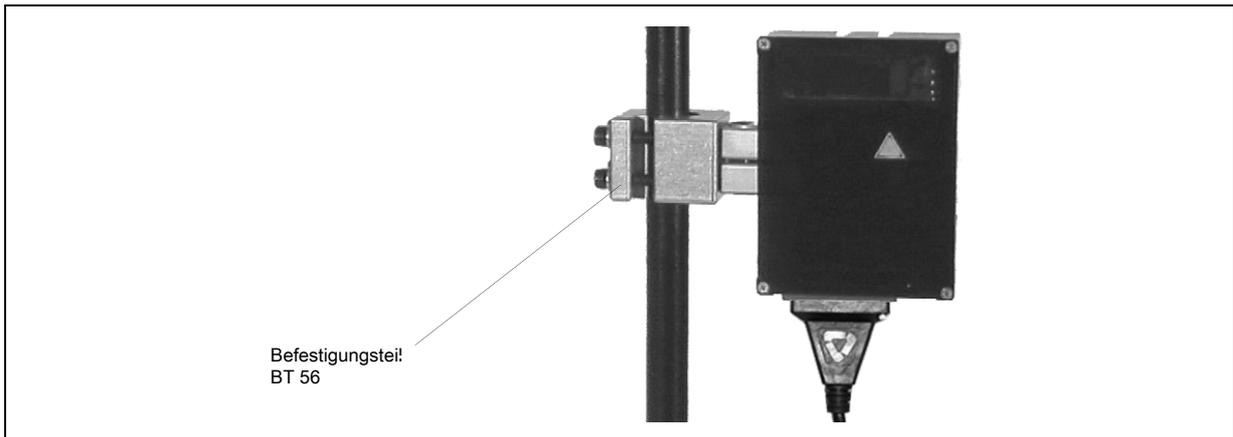

Bild 6.1: Befestigungsbeispiel BPS 37
- an den Schwalbenschwanz-Nuten unter Verwendung des entsprechenden Montagezubehörs siehe Bild 6.1